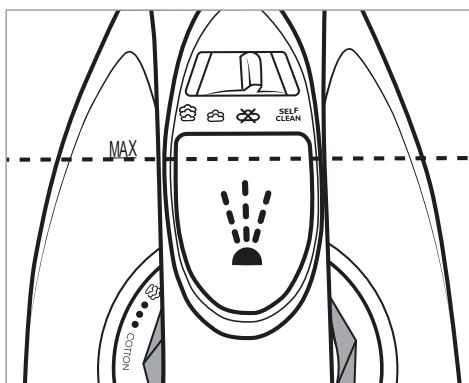

Fig. 1
- 3) Con il misurino **11** riempire il serbatoio dell'acqua  **2** non oltre il segno **MAX** (vedere fig. 1).